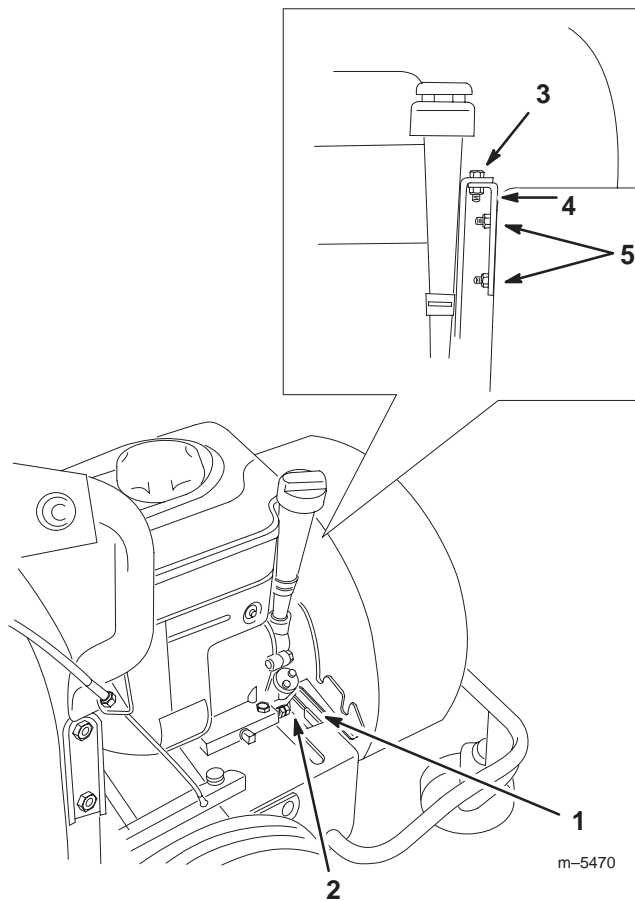

Bild 17
11. Setzen Sie das Gehäuse wieder ab, wobei Sie den unteren Befestigungsbügel des Gebläsegehäuses auf die vordere Kante des Motorunterteils aufsetzen (Bild 17).
12. Montieren Sie den Motorbügel mit zwei Sicherungen auf den Befestigungsbolzen (Bild 17).
13. Sichern Sie den Bügel mit der Schraube, die Sie vorher entfernt haben, am Motorbügel ab (Bild 17).